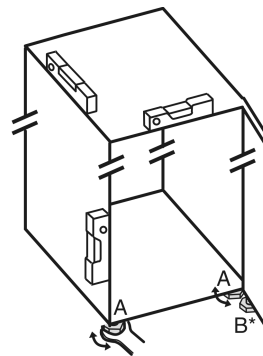

Fig. 4
- ▶ Extrageți prin rotire picioarele reglabile Fig. 4 (A) cu cheia fixă atașată și cu ajutorul unei nivele cu apă, până când aparatul este fix și aliniat plan.
- ▶ Extrageți prin rotire piciorul reglabil Fig. 4 (B) de la suportul de lagăr cu cheia fixă atașată, până când acesta atinge solul.
- ▶ Continuați să rotiți piciorul reglabil Fig. 4 (B) cu 90°.